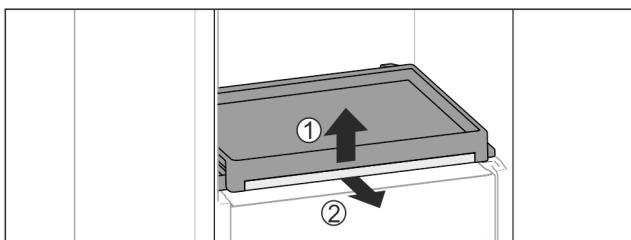

Fig. 111
- Vyjměte vysouvací příhrádku se skleněnou deskou: Skleněnou deskou vpředu lehce nadzvedněte Fig. 111 (1) a vytáhněte dopředu Fig. 111 (2).